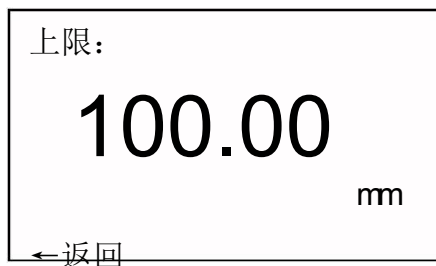

图 21 设置下限
- d. 用  $\uparrow$  或  $\downarrow$  键选中报警模式，按  键进入下限设置（如图 21）